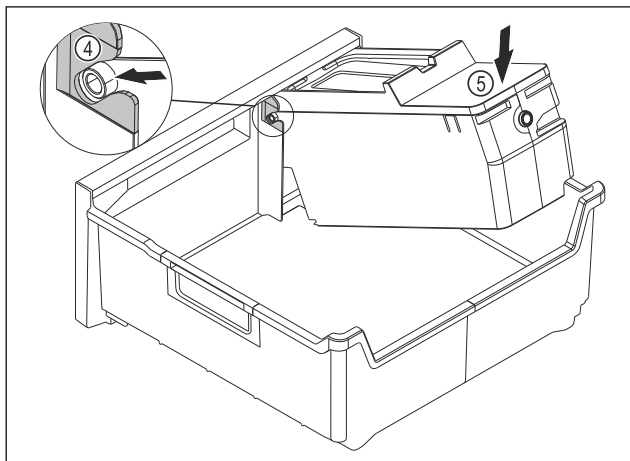

Fig. 148
- Montare il corpo dell'EasyTwist-Ice: Inserire gli assi del corpo dell'EasyTwist-Ice nelle guide Fig. 148 (4).
- Spingere il corpo dell'EasyTwist-Ice Fig. 148 (5) posteriore verso il basso.